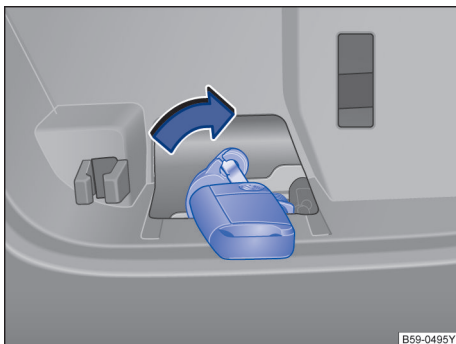

图 68 在行李厢中：行李厢盖的应急解锁机构
- 将钥匙头插入行李厢盖中的开口→图 68 并沿箭头方向按压解锁拨杆，解锁行李厢盖。